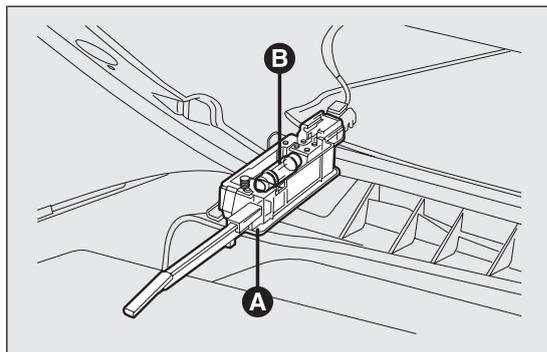

fig. 182
- extraer el plafón A fig. 182 haciendo palanca en el punto indicado por la flecha;
abrir la guantera y extraer el plafón A fig. 182;